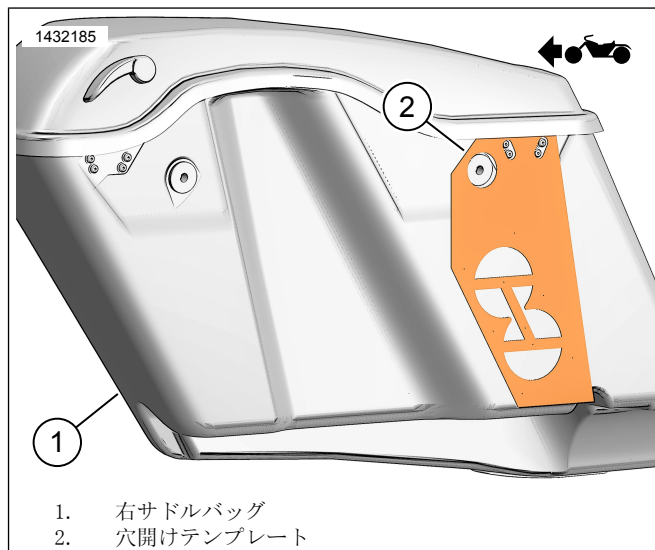

図9。右サドルバッグテンプレート
1. 図9を参照してください。右サドルバッグ(1)にテンプレート(2)を配置します。